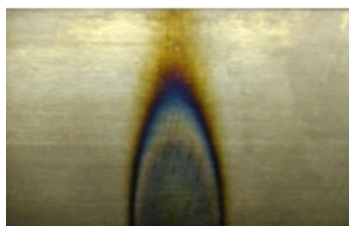

рис. 23
- Если вы используете верные значения параметров, но качественная сварка не получается, проверьте состояние верхней и нижней пластин: они должны быть в целости и выравнены с высокой точностью. Ввести часть полотна в зажимы и зафиксировать их: при помощи операции отжига проверьте, как распространяется тепло. Как влияет ток на цвет полотна: цвета должны продвигаться в сторону прижимов, начиная от середины полотна. Если цвет распространяется неравномерно, это означает, что пластины не выравнены корректно: необходимо отрегулировать их давление на полотно (см. рис. 23 – 24 ниже).